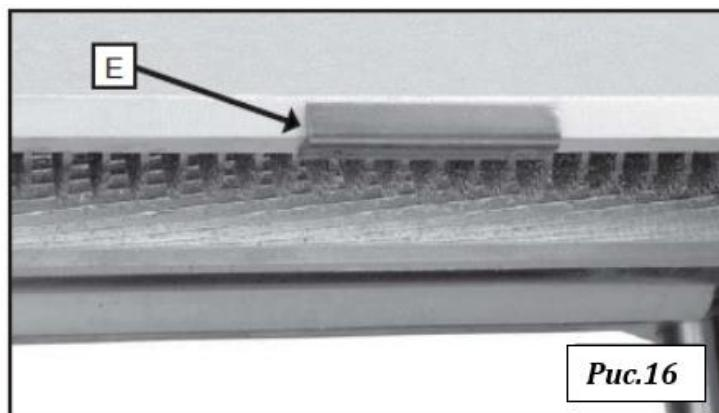

Рис.16
Максимальная глубина резания при строгании заготовок уже 152 мм – 4,76 мм. Ограничитель (E), рис. 16, ограничивает глубину резания до 3,18 мм на заготовках уже 152 мм (только для винтового узла).